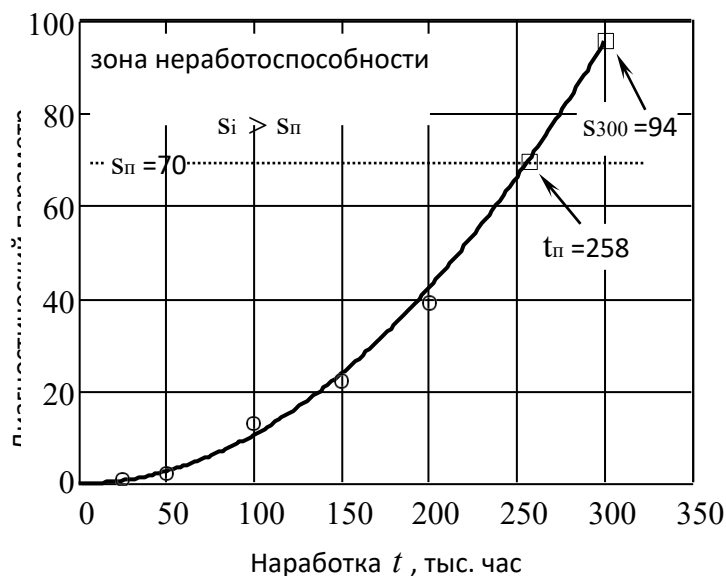

Рис. 3. Изменение диагностического параметра от наработки
10. Проверяем достоверность модели (3) для 2-3 значений t . Относительная погрешность рассчитанных и табличных значений не должна превышать $\pm 5,0-10,0\%$.
11. Строим график изменения диагностического параметра по модели (3) до $t = 300$ тыс. час (рис. 3) и сравниваем полученную величину диагностического параметра с его предельным значением $s_{\pi} = 70$.
Как показывает анализ графика на рис. 3 диагностический параметр достигнет предельного значения после 258 тыс. час эксплуатации и автомобиль попадет в зону неработоспособности. Сохранение работоспособности автомобиля по заданному диагностическому параметру при наработке до 300 тыс. не возможна.